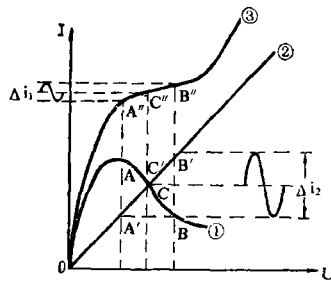
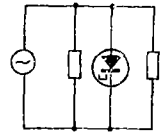

图 7
图 8
使用隧道二极管进行放大的典型电路如图8所示, 当其所加偏压维持在该管的负阻区域内时, 它的放大原理由图7说明, 图中①为隧道管的特性曲线, ②为负载线, ③为①、②的合成曲线。正常工作时, 二极管偏压为 U_1 , 当输入信号为 Δi_1 时, 隧道管工作于C点, 反映为合成曲线上的C'点, 信号则在A''B''之间变化, 对应的负载曲线为A'B', 此时即可在负载上得到 Δi_2 的输出, 由图可见 $\frac{\Delta i_2}{\Delta i_1} \gg 1$ 。这种电路现已广泛地在低噪声、超高频电路中的应用。